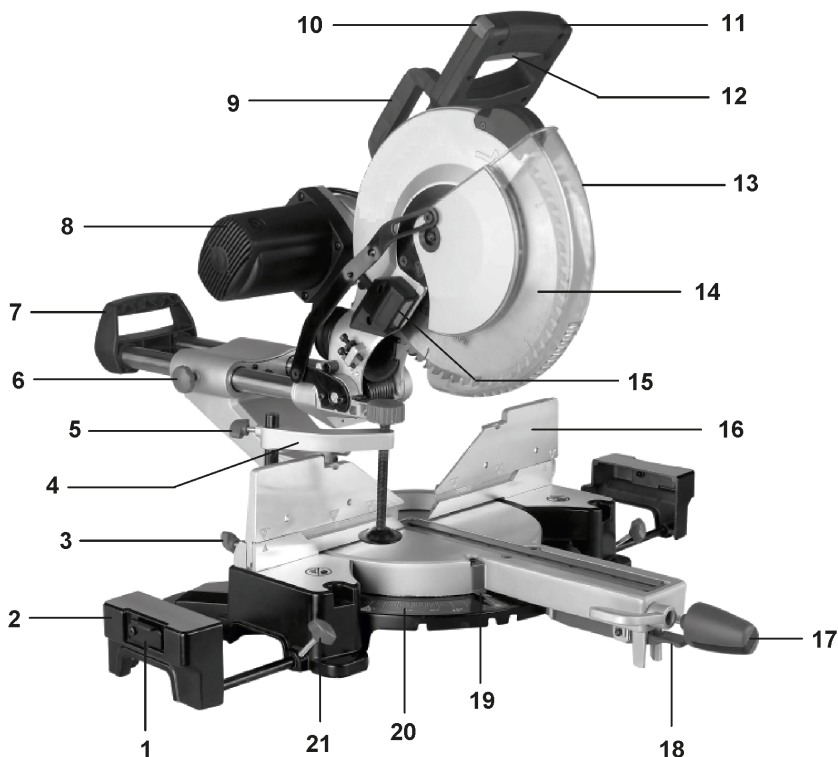
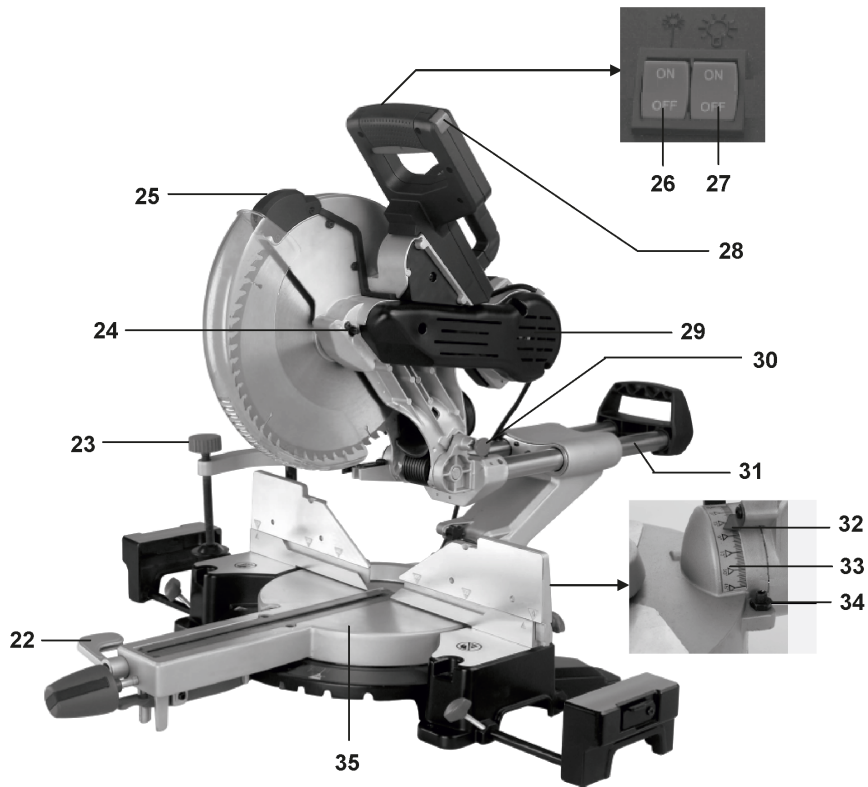

Рис. 1
Рис. 2
6.1. Сборка (Рис. 1)
6.2. Приведение пилы в верхнее положение (Рис. 1, 2)
6.3. Транспортировка (Рис. 1, 2)
6.5. Установка поворотного стола в положение 0° (Рис.1, 2)
Пила оснащена пильным диском (4) (305x2,8x30мм) (Рис. 1).
Нажмите и удерживайте кнопку блокировки шпинделя (24) (Рис. 2), проворачивая пильный диск (14) зафиксируйте его.
Лазер (25) (Рис. 2) легко включать и выключать: для этого нажимайте на выключатель (26) (Рис. 2), расположенный на рукоятке пилы. Перед первым
Подсветку рабочей зоны (15) (Рис. 1) легко включать и выключать: для этого нажимайте на выключатель (27) (Рис. 2), расположенный на рукоятке пилы.
Ослабьте винт фиксации (6) (Рис. 1) и переведите пилу в заднее положение. Рычагом (22) разблокируйте поворот диска. Для регулировки положения 90° установите упор (45) в вертикальное положение. Вращением болта (44) установите пильный диск 14 (Рис. 1) по угольнику (43) (не комплектуется) относительно поворотного стола (35).
Рычагом (22) разблокируйте поворот диска. Для регулировки положения 45° установите пильный диск 14 (Рис. 1) по угольнику (не комплектуется) относительно стола на угол 45°. Вращая винт (46) отрегулируйте положение 45°.